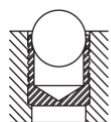

FIG. 1
- Inserire il gambo nell'utensile, assicurarsi che il tappo sia contro il nasello dell'utensile (FIG.1)
- I tappi EIS RST & RSO sono pronti all'utilizzo nello stato in cui vengono inviati, non pulire o lubrificare il tappo o il perno filettato interno (FIG.1)